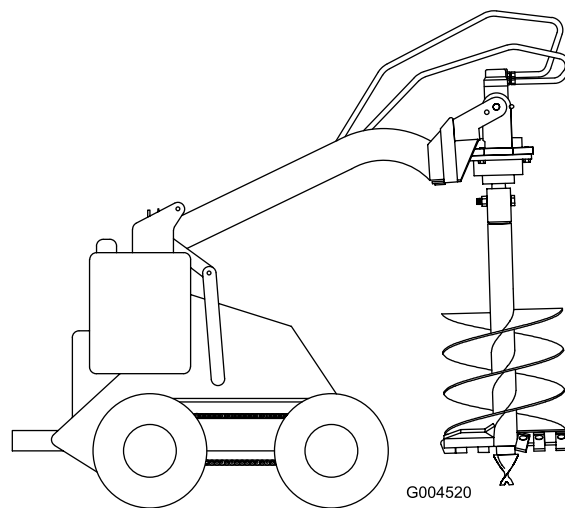

Figura 9
14. Când melcul este vertical, înclinai placa de ataare în spate până când capul de antrenare intră în contact cu placa de ataare pentru a stabili melcul și a împiedica balansarea liberă (Figura 9).
13. Ridicai melcul liber de sol (Figura 9).
1. Ridică melcul astfel încât să elibereze solul și să fie vertical (Figura 9).